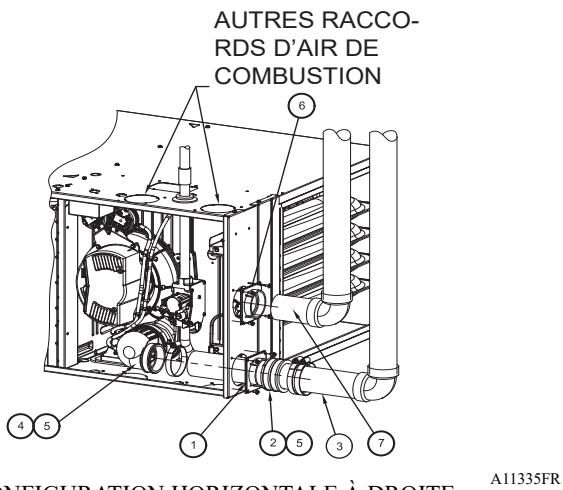

Fig. 57 – Configuration horizontale à droite (l'apparence peut varier)
- Serrez le collier autour du coude d'évent. Serrez le collier au couple à 15 lb-po. Voir Fig. 54 à Fig. 57.